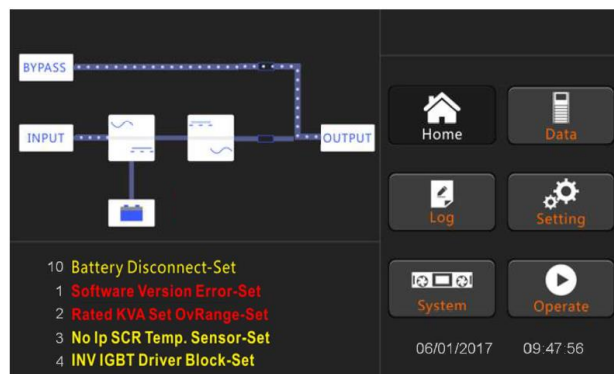

Рисунок 49. Интерфейс запуска статического байпаса
5. Примерно через 30 секунд запуск выпрямителя завершен, включен статический выключатель байпаса, и индикатор байпаса мигает (Рисунок 49).